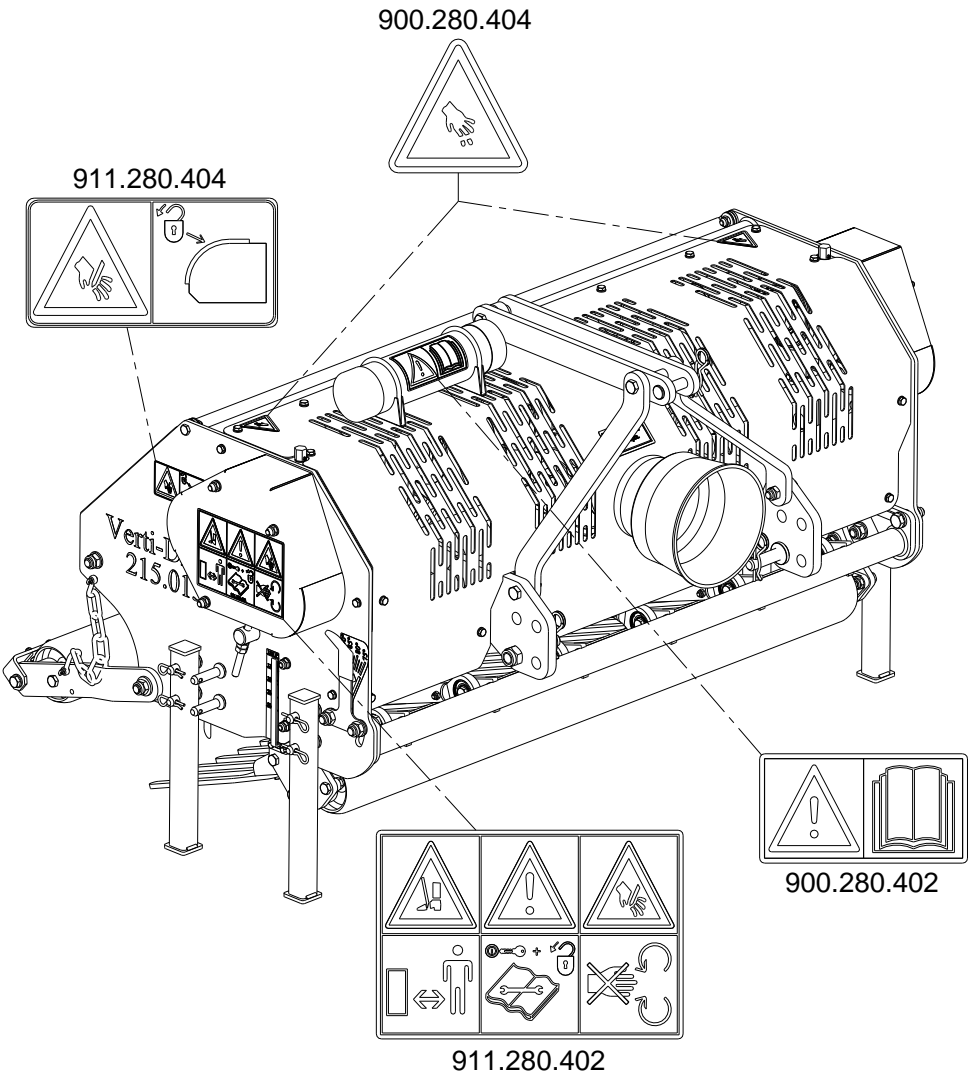

Fig. 7
(7) Plaatsing veiligheidsstickers. (Fig. 7)